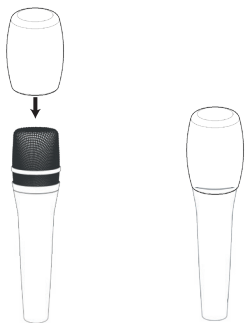

рис. 5
4. Для увеличения срока эксплуатации микрофона при работе с вокалистами рекомендуется использовать ветрозащитный колпачок (рис. 5).